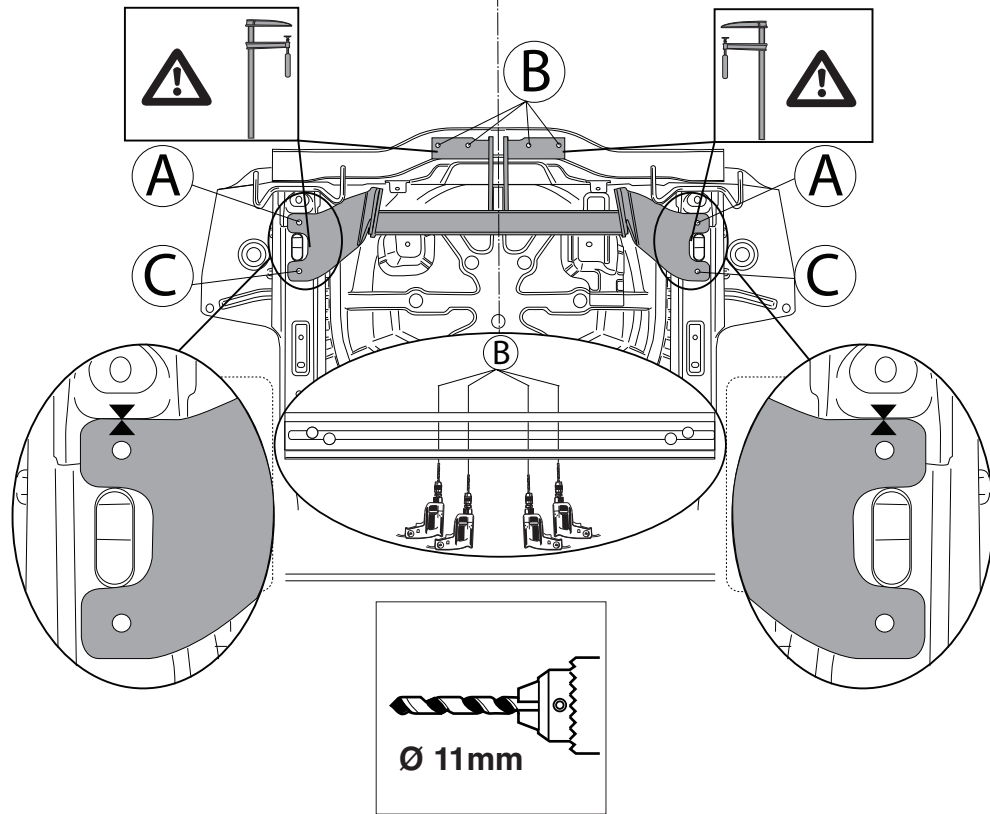

Fig.4
9. Установить буксирный крюк на шасси и выровнять по центру. (См. рис. 4).
10. Просверлить отверстия А и В диаметром 11 мм насквозь. (См. рис. 4).
11. Просверлить отверстия С на нижней стороне шасси диаметром 11 мм. (См. рис. 4).